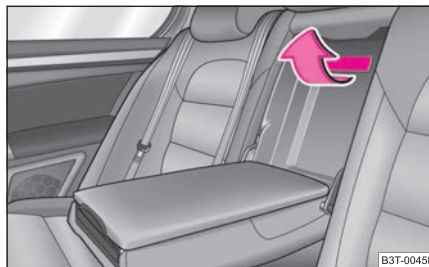

Abb. 104 Rücksitze: Griff des
- Ziehen Sie den Griff bis Anschlag nach oben und klappen den Deckel nach unten auf ⇒ Seite 94, Abb. 104.